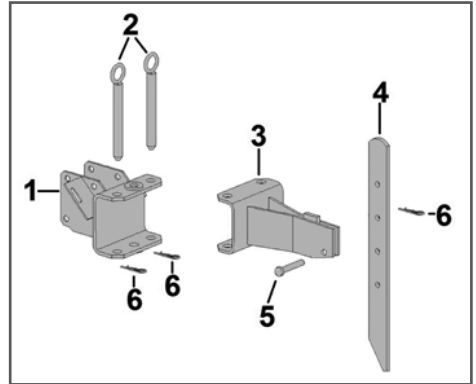

Рис. 6 Установка сошника
1. Установите в кронштейн 1 рамы мотокультиватора кронштейн сошника 3 (Рис. 6). Совместите отверстия в кронштейнах сошника и рамы и вставьте пальцы 2. Зафиксируйте пальцы 2 шплинтами 6 (Рис. 6).
2. Установите сошник 4 в кронштейн сошника 3 (Рис. 6). Вставьте сошник между пластинами кронштейна, совместите нужное отверстие в сошнике с отверстием в кронштейне и вставьте палец 5 крепления сошника (Рис. 6). Зафиксируйте палец шплинтом 6 (Рис. 6).